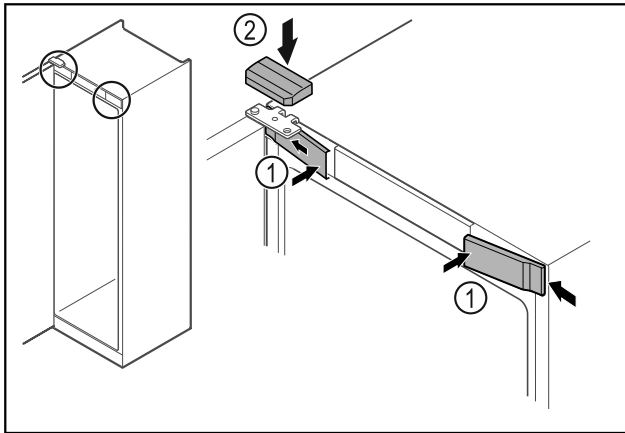

Fig. 27
- Kiinnitä etusuojukset Fig. 27 (1) sivulta ja lukitse paikalleen.
- Paina ylempi suojus Fig. 27 (2) yläkautta paikalleen.